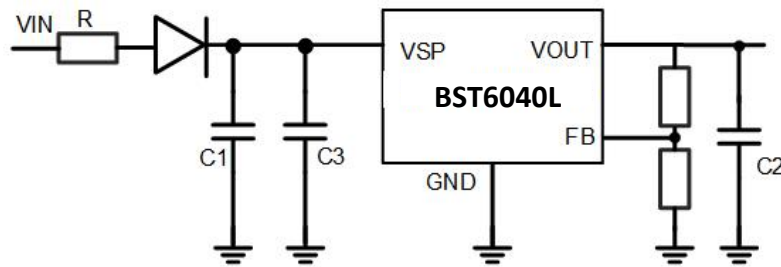

图 5-1 BST6040L 应用电路
2) 图 5-1 给出了一种典型应用电路。为了确保控制环稳定，BST6040L 输出端需要一个容值至少 1uF、ESR 最大 4Ω 的输出电容，其中钽电容和多层陶瓷电容都合适。
4) 为了缓冲电源线影响，可在图 5-1 所示的应用电路中的输入端增加了